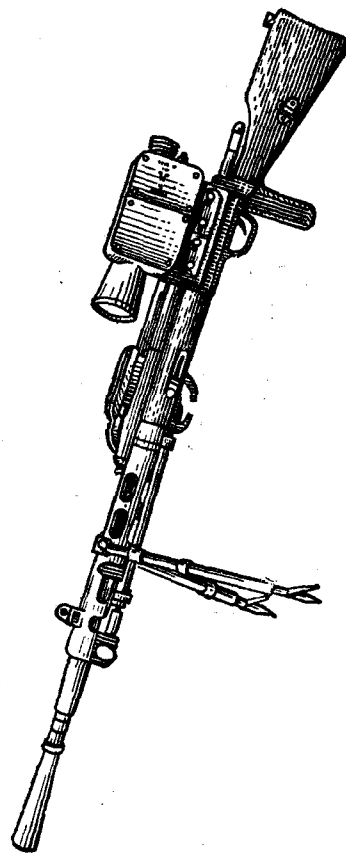

Рис. 17. Прицел ППН-1 на ротном пулемете РП-46
22. Прицел ППН-1 (пулеметный прицел ночной, первый образец) устанавливается на ротном пулемете обр. 1946 г. (рис. 17). Он позволяет обнаруживать цели ночью и вести по ним